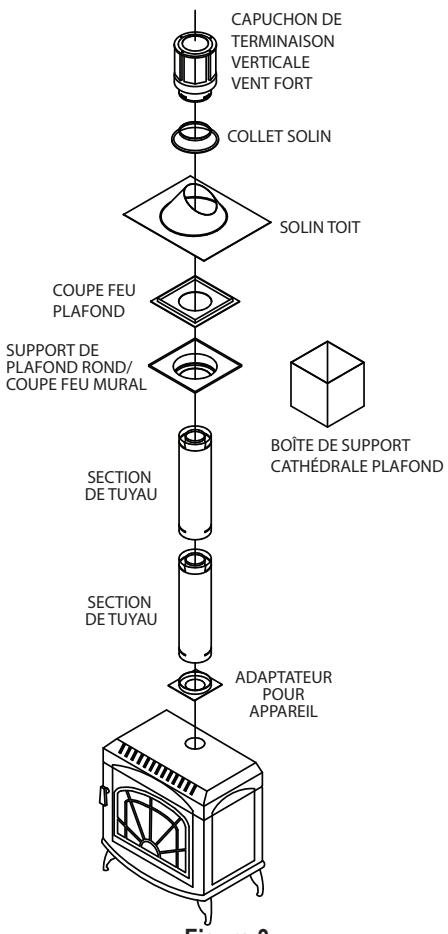

Figure 3
- Terminaison verticale (**Fig. 3**)